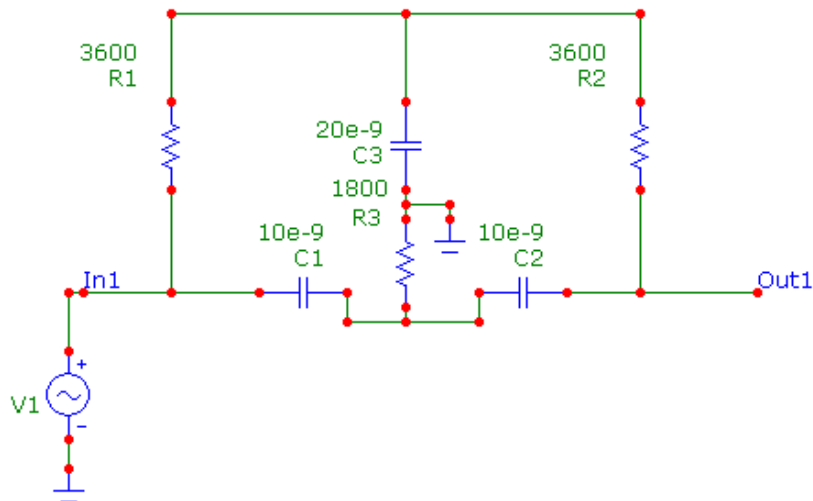

Рис. 8. Двойной Т-образный мост.
**Анализ частотных характеристик.** В качестве примера рассмотрим схему двойного Т-образного моста (заграждающий фильтр) (Рис. 8).